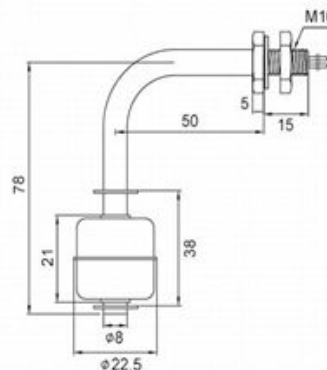

Рисунок 4.1 – Габаритные размеры
- габаритные и присоединительные размеры на технологическом объекте соответствуют размерам датчика (см. *рисунок 4.1*);